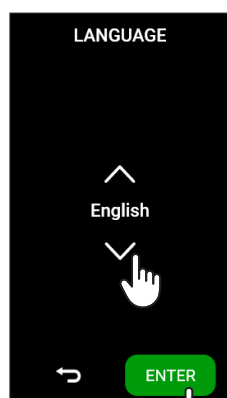

fig.2
El dispositivo debe instalarse sobre una superficie plana. Si la superficie de apoyo es perfectamente horizontal, las patas delanteras ya están ajustadas con una ligera inclinación para facilitar la salida del agua durante la fase de descarga. Si la superficie de apoyo no fuera perfectamente horizontal, ajuste las patas delanteras, atornillándolas o desatornillándolas, para obtener una ligera inclinación (fig.2).
- Configure el idioma deseado y pulse ENTER (fig.2);